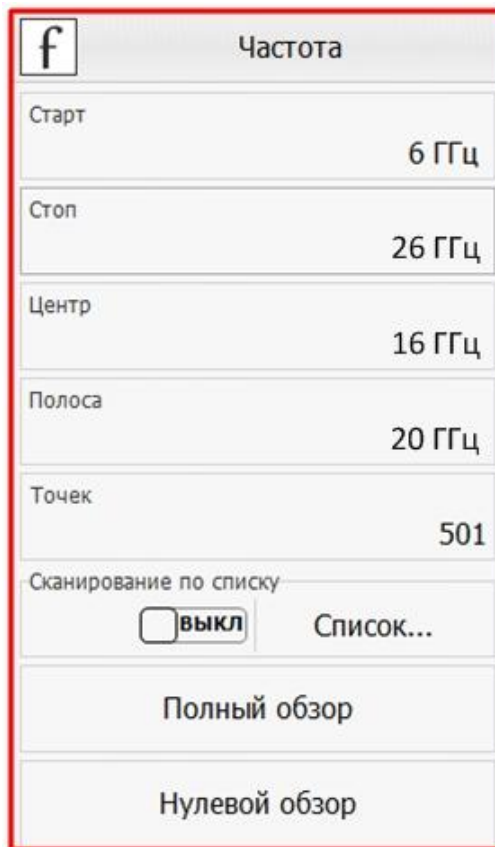

Рис. 5. Установка частотного диапазона для калибровки выходной мощности
6. Установить частотный диапазон для калибровки выходной мощности ВАЦ. **Частотный диапазон при калибровке должен включать в себя весь частотный диапазон работы умножителя.** В нашем примере диапазон калибровки 6...26 ГГц (рис. 5).